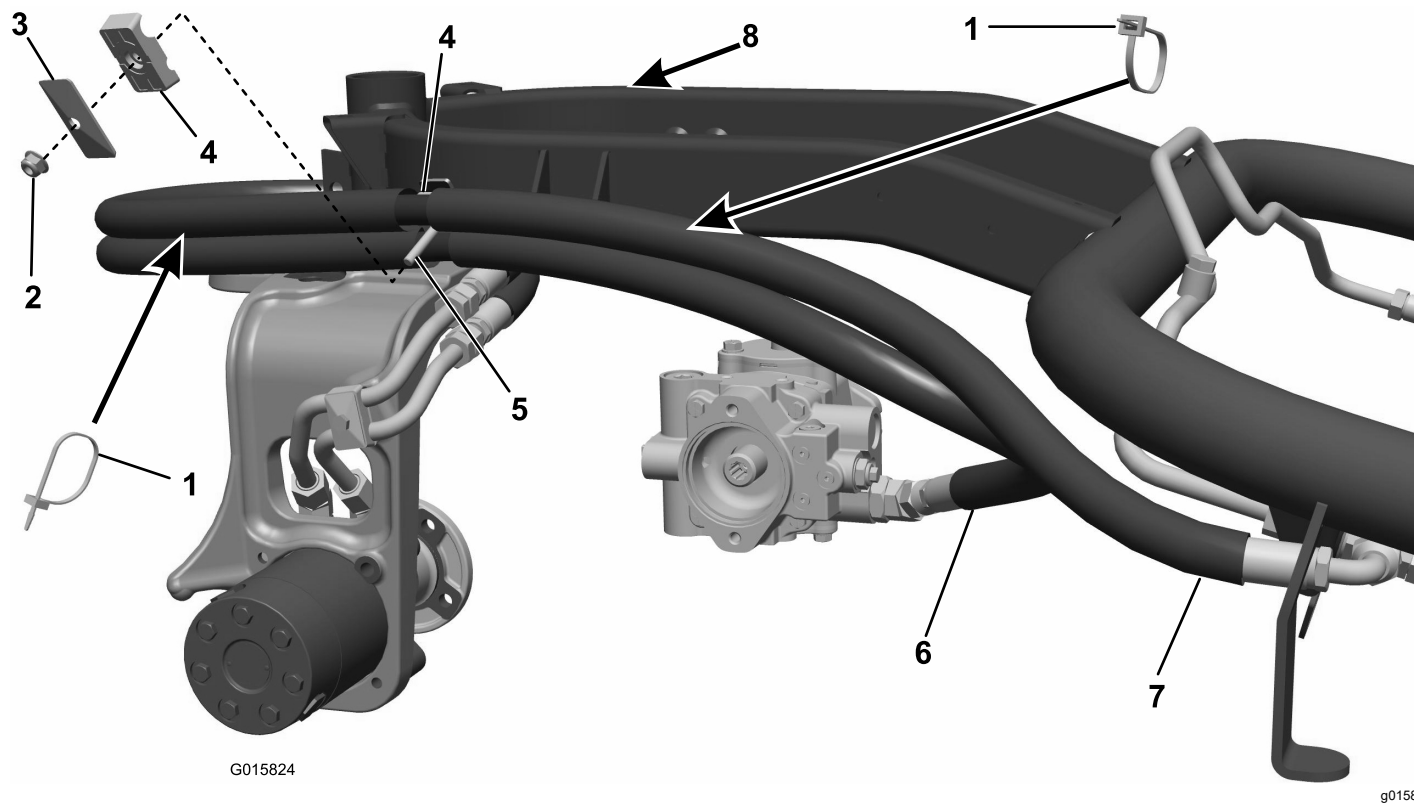

Figura 11
3. Instale o tubo com as uniões retas em ambas as extremidades através do guia na forquilha da roda giratória e ligue-o ao tubo rígido inferior. Instale a extremidade oposta na união da bomba hidráulica inferior (Figura 10 ou Figura 11).
4. Instale o tubo restante através do guia de tubo e ligue ao tubo rígido superior. Ligue a extremidade oposta à união em T superior do motor da roda da frente (Figura 10 ou Figura 11).
5. Instale ambos os conjuntos de tubos na braçadeira de tubos na divisão da cobertura dos tubos e ligue-os ao suporte. (Figura 10; ou Figura 11).
9. Adicione as braçadeiras de fios aos conjuntos dos tubos como se mostra (Figura 10 ou Figura 11). Prenda todas as extremidades de tubos, uniões e braçadeiras.